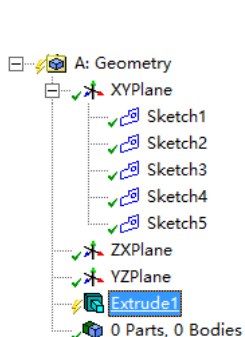

图 3-102 添加 Extrude1
- 1) 单击工具栏中的 “Extrude” 按钮, 创建 “Extrude1” 对象, 如图 3-102 所示。